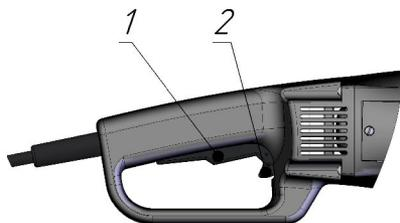

Рисунок 5
5.12 Включение и выключение машины (рисунок 5).